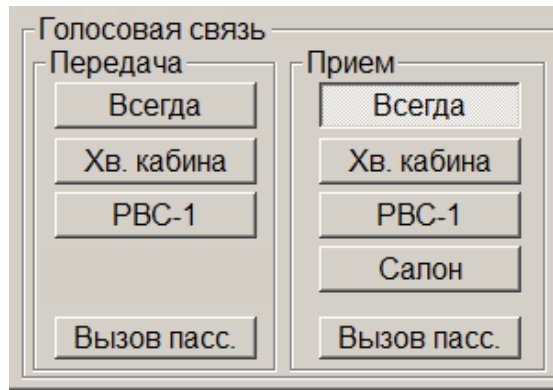

Рисунок 29 – Панель управления голосовой связью с обучаемым
*Панель управления голосовой связью с обучаемым* (Рисунок 29) расположено в нижней части монитора управления.